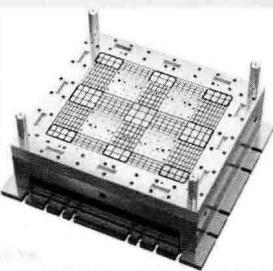

图 1-5 塑料模具的下半部分
**行业知识链接：**塑料模具用于压塑、挤塑、注塑、吹塑和低发泡成型，它主要包括由凹模组合基板、凹模组件和凹模组合卡板组成的具有可变型腔的凹模，由凸模组合基板、凸模组件、凸模组合卡板、型腔截断组件和侧截组合板组成的具有可变型芯的凸模。模具凹、凸模及辅助成型系统的协调变化，可加工不同形状、不同尺寸的系列塑件。如图 1-5 所示是塑料模具的下半部分。